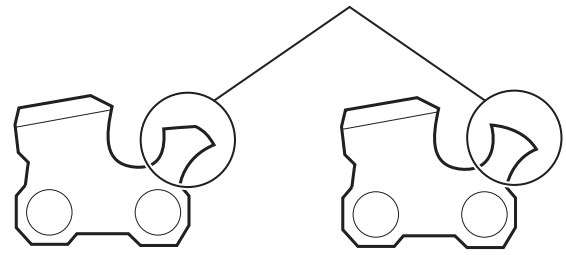

Fig. 35
- Después de bajar el calibre de profundidad, utilice la lima plana para devolverle al calibre de profundidad la forma redondeada original (Fig. 35). Tenga cuidado de no dañar los bordes de corte y los eslabones cercanos.